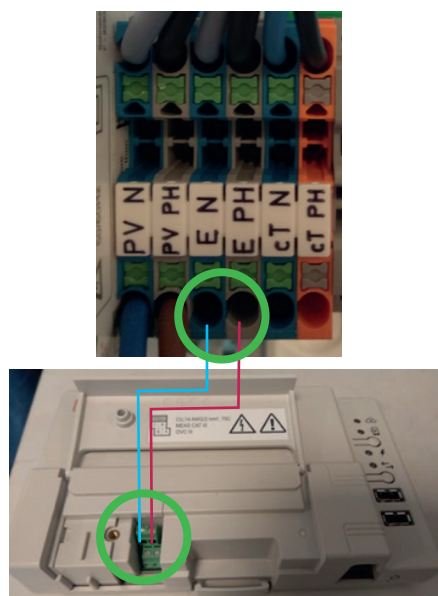

Figure 12: Câblage du boîtier ENPHASE aux borniers E N et E PH
- Câbler le boîtier ENPHASE avec le bornier E N et E PH (figure 12)